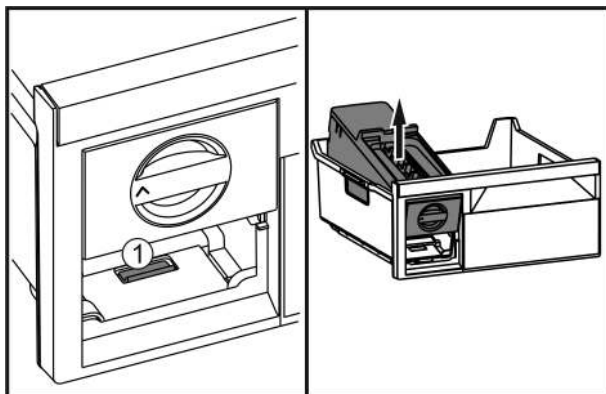

Fig. 47
- Нажать на накладку Fig. 47 (1), EasyTwist-Ice поднять сзади и вынуть из выдвижного ящика морозильника.